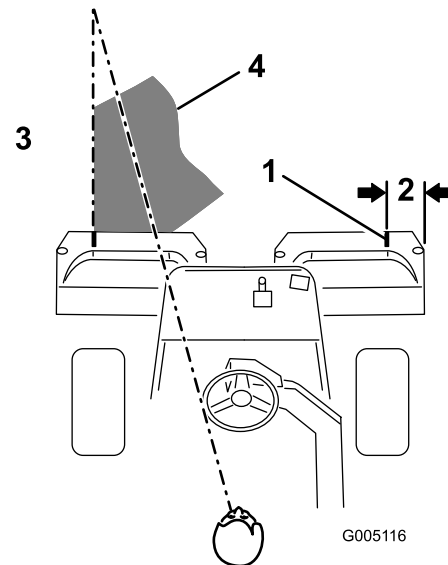

Figure 39
**Remarque:** Pour vous aider à traverser le green en ligne droite et à maintenir la machine à égale distance du bord de la passe précédente, imaginez une ligne de vision imaginaire à environ 1,8 à 3 m en avant de la machine jusqu'au bord de la partie non coupée du green (Figure 39). Faites passer la ligne de vision par le bord extérieur du volant, c.-à-d. de maintenir le bord du volant aligné sur un point se trouvant toujours à la même distance par rapport à l'avant de la machine.